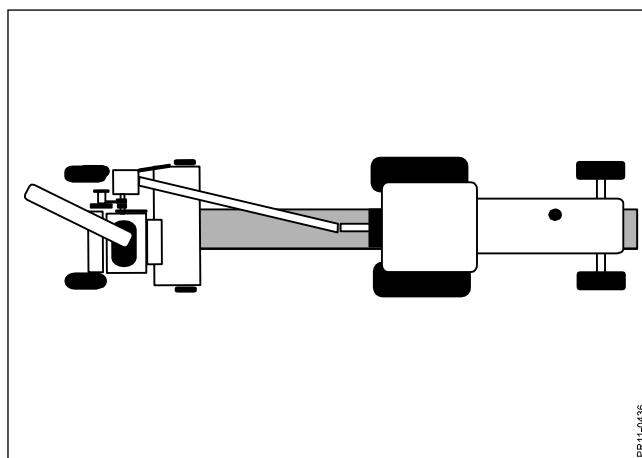

Fig. 5-9
- Fig. 5-9** 3) Snitteren arbejder her in-line, idet traktoren kører henover det lagte skår. Denne teknik er selvagt bedst velegnet til opsamling af enkeltskår, da man skal undgå at traktoren kører i afgrøden. Teknikken er stadig egnet til aflæsning til begge sider, og bringer traktorerne tæt på hinanden.
FORSIGTIG: KO-akslen må maksimalt arbejde med en afvinkling på 20°. Ved skarp drejning til højre anbefales det derfor at trækstangen svinges ind til transportstilling eller det der svarer til at arbejde in-line (se Fig. 5-9).